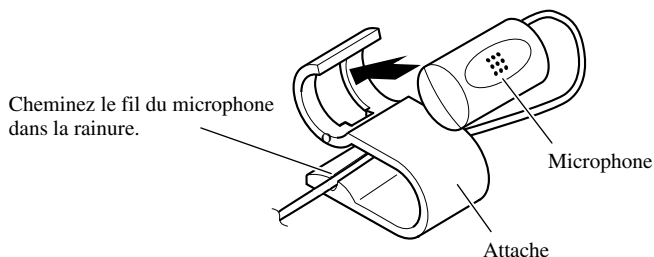

Fig. 18
1. Fixez le microphone sur l'attache fournie. (Fig. 18)